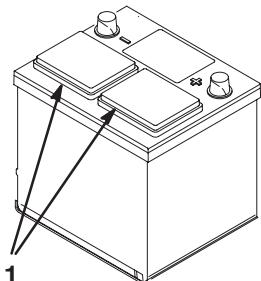

Bild 2
- Reinigen Sie die Oberseite der Batterie und nehmen Sie die Entlüftungsdeckel ab (Bild 2).